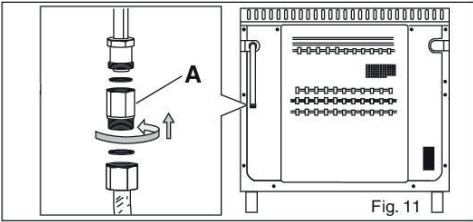

Fig. 11
2) le raccordement par tuyau flexible avec armature à embouts mécaniques suivant les normes en vigueur (voir fig. 11).
AVERTISSEMENT : le tube doit être raccordé à la rampe en intercalant le raccord (A) fourni à cet effet (Voir fig. 11).